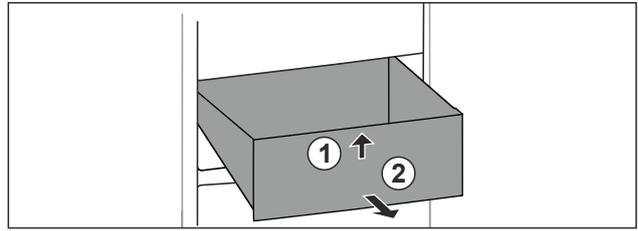

Fig. 91
- ▶ Sollevare il cassetto dal davanti. Fig. 91 (1)
- ▶ Rimuovere il cassetto tirandolo in avanti. Fig. 91 (2)